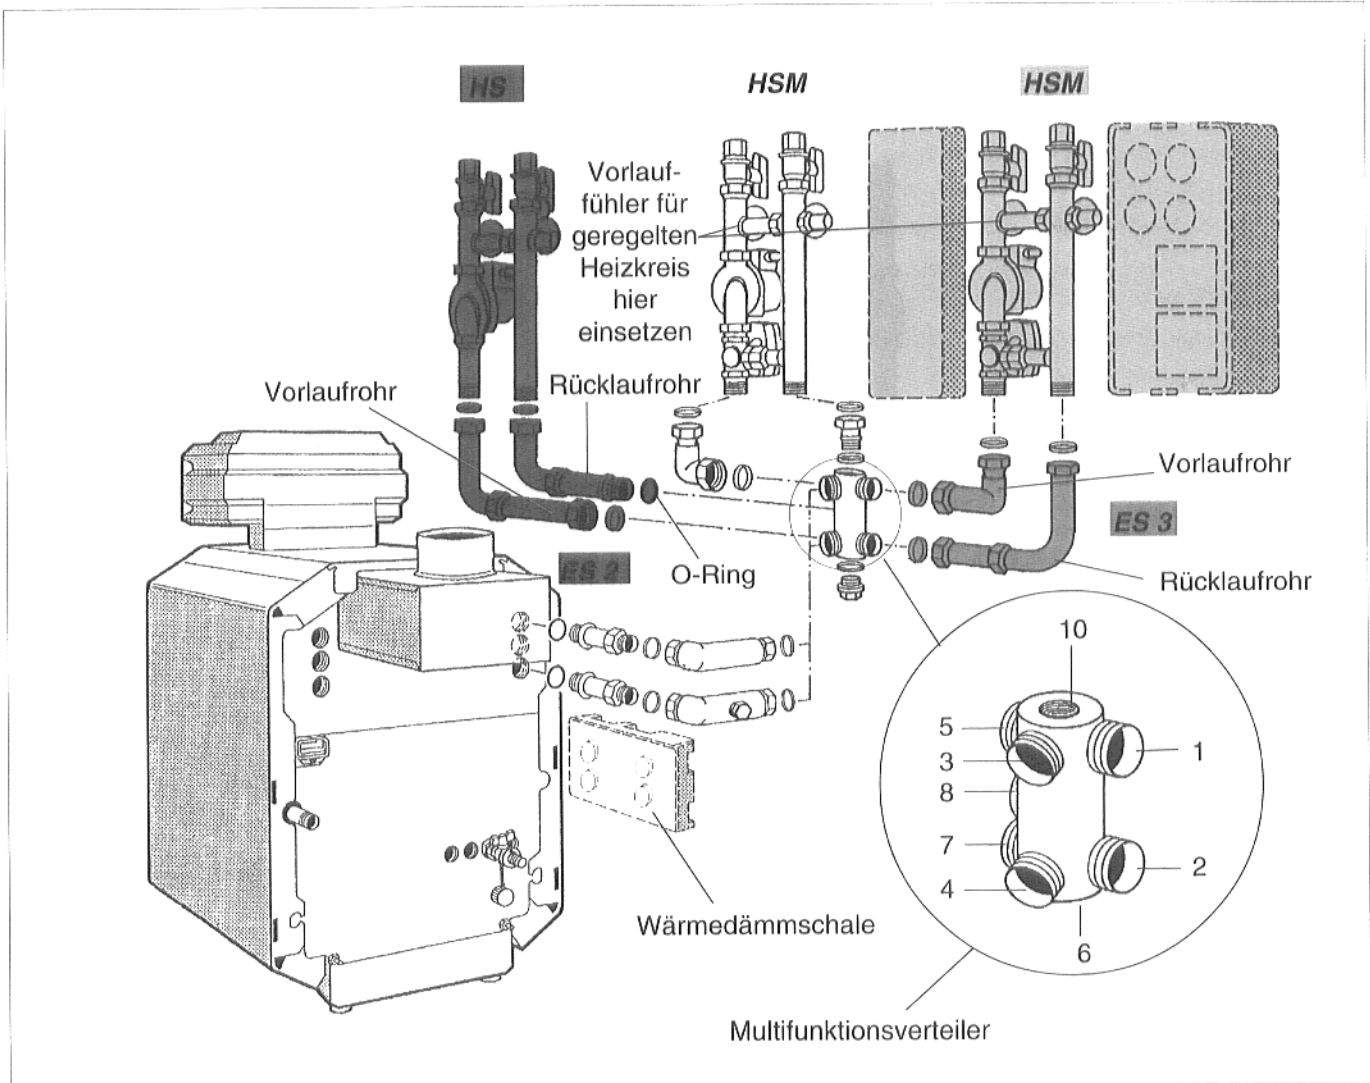

Abb. 9 Parallel Linksanbau; Heizkessel-Anschluß-Set mit Multifunktionsverteiler, Heizkreisset mit / ohne Mischer am Heizkessel G134
- O-Ring über den Gewindeanschluß des Rücklaufrohres schieben. Rücklaufrohr in den Abgang Nr. 8 im Multifunktionsverteiler einschrauben (Abb. 9).
- Flachdichtung entsprechend Abb. 9 in die Verschraubung des Vorlaufrohres einlegen und das Vorlaufrohr auf den Abgang Nr. 7 des Multifunktionsverteilers anschrauben (Abb. 9).
- Flachdichtungen in die Verschraubungen der beiden Anschlußstücke einlegen (Abb. 9).
- Heizkreisset mit Mischer (HSM) / ohne Mischer (HS) entsprechend Abb. 9 anschrauben.
- Alle Verschraubungen auf Dichtheit prüfen. Wärmedämmschalen entsprechend Abb. 9 von beiden Seiten auf den Multifunktionsverteiler, das Ergänzungs-Set und die Heizkreissets aufschieben.
- Flachdichtung in die Verschraubung des Vorlaufrohres einlegen und mit dem Anschluß Nr. 1 am Multifunktionsverteiler verschrauben (Abb. 9).
- Flachdichtung, entsprechend Abb. 9 in die Verschraubung des Rücklaufrohres einlegen und das Rücklaufrohr auf den Abgang Nr. 2 des Multifunktionsverteilers anschrauben (Abb. 9).
- Flachdichtungen in die Verschraubungen des Vor- und Rücklaufbogens einlegen (Abb. 9).
- Heizkreisset mit (HSM) / ohne Mischer (HS) entsprechend Abb. 9 anschrauben.